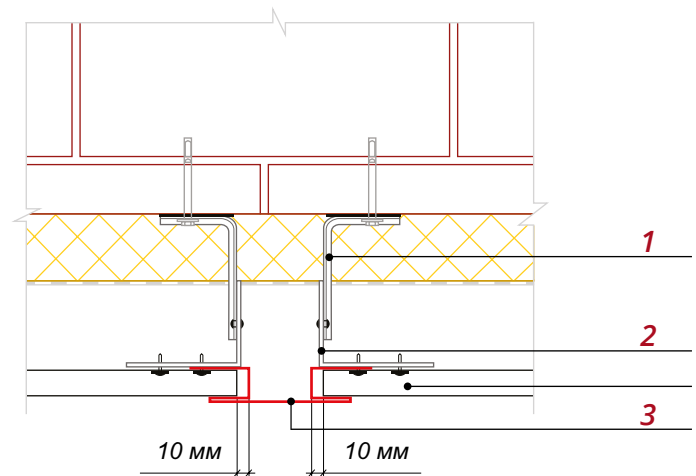

Рис. 12
- Закрепите два крепежных кронштейна **1** и крепежные профили **2** в месте предполагаемой стыковки рядов сайдинга, как показано на рис. 12.